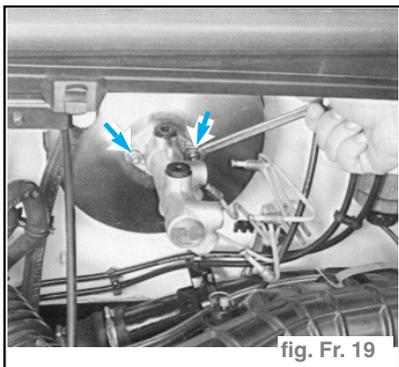

fig. Fr. 19
- Enlever les deux écrous indiqués qui fixent le maître-cylindre au servofrein. (fig. Fr. 19)